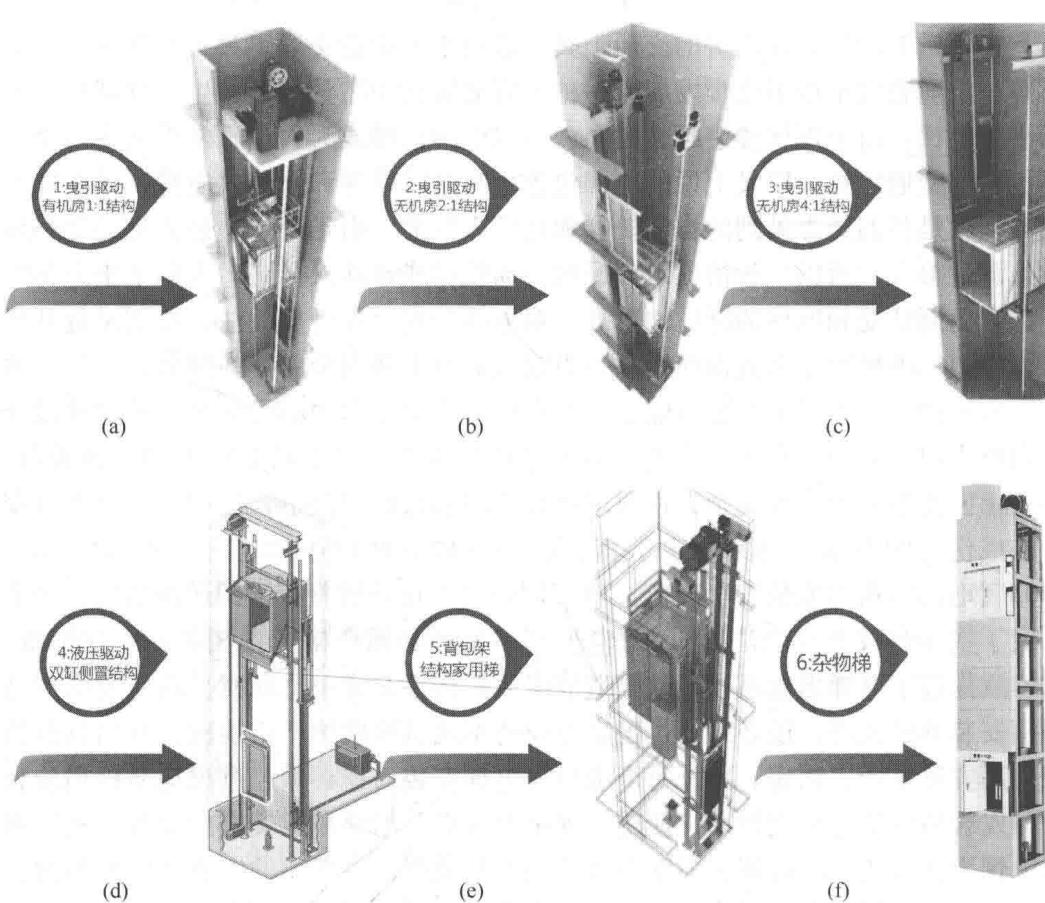

图 1-1 按电梯井道结构分类
机、控制柜、限速器等部件，如图 1-1（a）所示。
(2) 无机房电梯 电梯井道没有独立机房，一般情况下，曳引机安装在建筑物的最顶层井道侧边，控制柜安装在最顶层厅门的边上，如图 1-1（b）~(f) 所示。